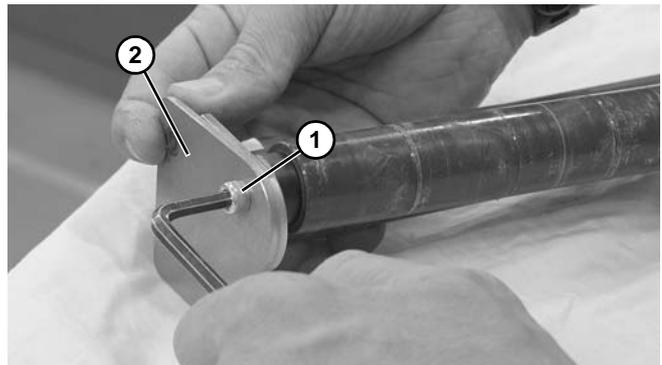

Figure 59
3. Retirer la vis (**Figure 59, élément 1**) et la plaque de tête (**Figure 59, élément 2**).